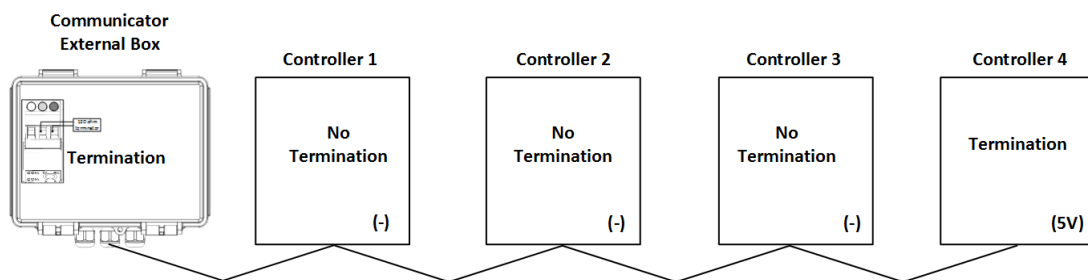

Figura 19: Caixa externa/Terminação do controlador
2. Coloque os jumpers na posição correspondente (Figura 19)